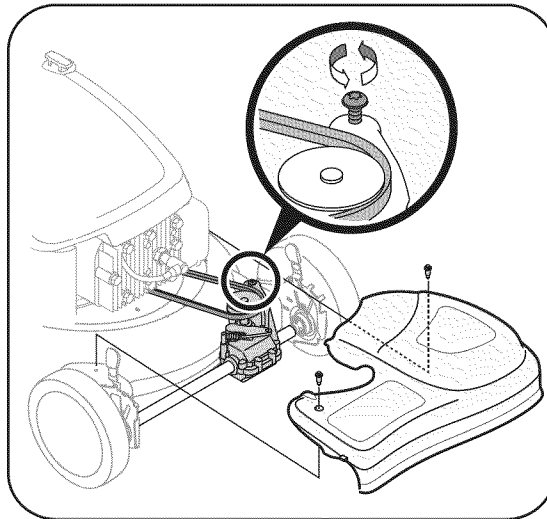

Figura 5-4
1. Extraiga dos los tornillos con reborde asegurando la cubierta frontal a la cubierta de la podadora. Vea la Figura 5-4. Presione hacia adentro sobre los laterales de la cubierta frontal y suelte las aletas que la aseguran a las ménsulas del ajustador de altura. Quite la cubierta de la podadora.
2. Tire hacia arriba del alambre de la guarda de la correa y extráigala de la polea de transmisión. Vea el inserto de la Figura 5-4.